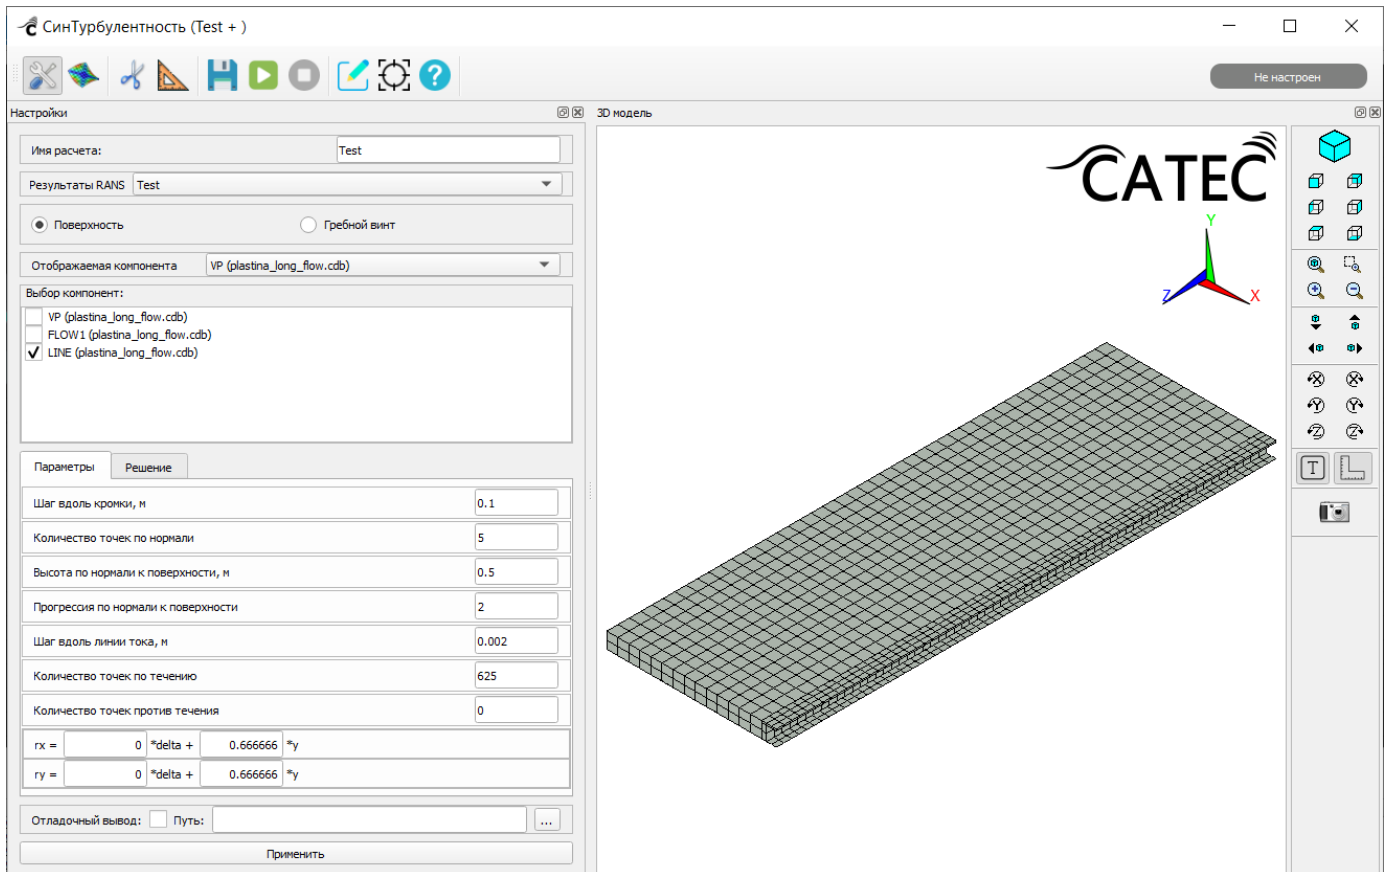

Рисунок 246 – Вкладка «Параметры»
– вкладка «Параметры» (Рисунок 246):